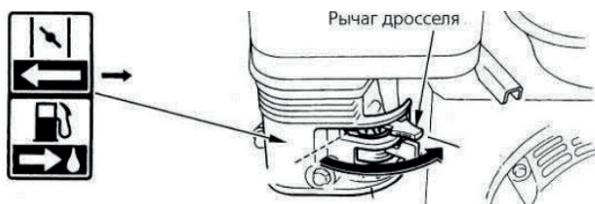

Рис. 17
1. Установите обороты холостого хода двигателя с помощью рычага управления дроссельной заслонкой (см. рис. 17)